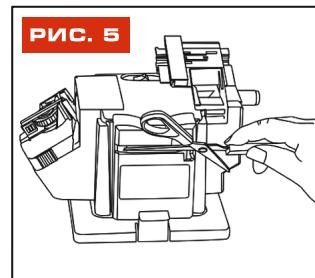

РИС. 5
5. Потяните лезвие поперёк шлифовального круга от основания к кончику (рис. 5).